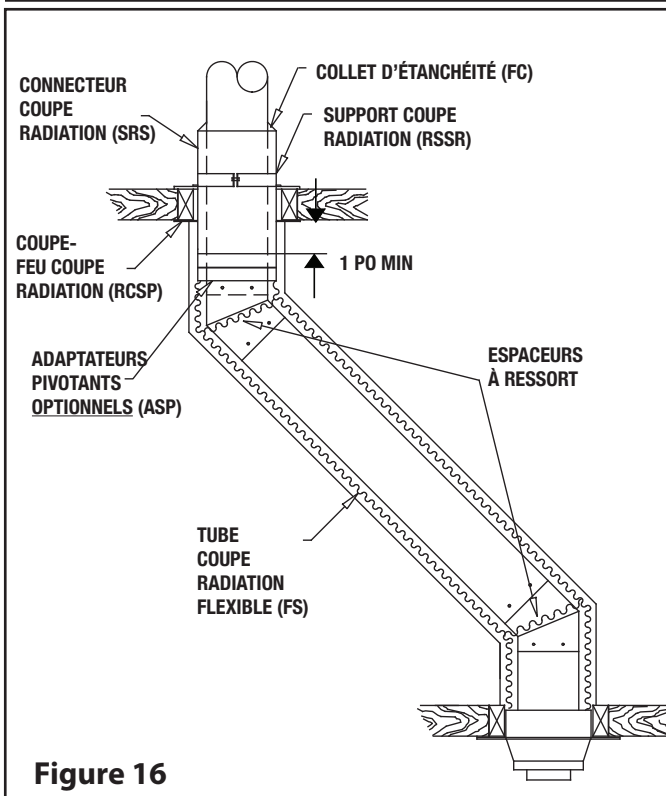

Figure 16
- Ajustez la hauteur jusqu'à ce qu'un minimum de (1 po) du connecteur du coupe radiation traverse le coupe-feu (voir Figure 16).
Attachez un ressort espaceur autour de la cheminée à chaque coude pour permettre au tube coupe radiation flexible de rester centré. (Voir Figure 16) Faites glisser le coupe radiation flexible vers le haut et attachez-le en dessous du plafond au support du coupe radiation à l'aide de 3 vis métalliques autotaraudeuses de 1/2 po. Si vous manquez d'espace pour visser, installez un adaptateur pivotant (ASP) (voir Figure 16) en dessus du connecteur du coupe radiation (SRS) et un au-dessus du coupe radiation flexible.